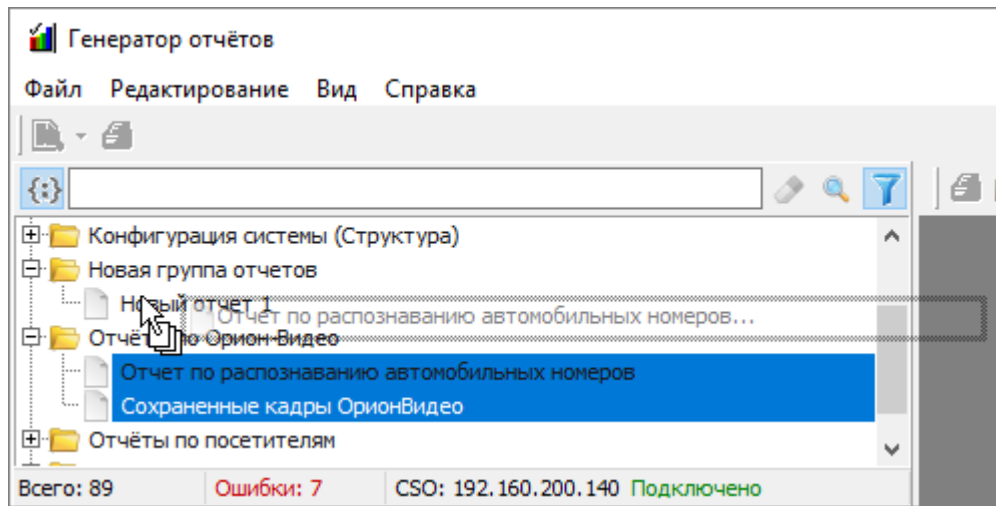

Рисунок 11-303 Перемещение нескольких отчетов в группу отчетов
- 3) удерживая левую клавишу мыши нажатой, перетяните курсор мыши на наименование группы отчетов, в которую необходимо переместить отчет, либо в другое место развернутой структуры группы отчетов, в которую необходимо переместить отчет (см. Рисунок 11-303);